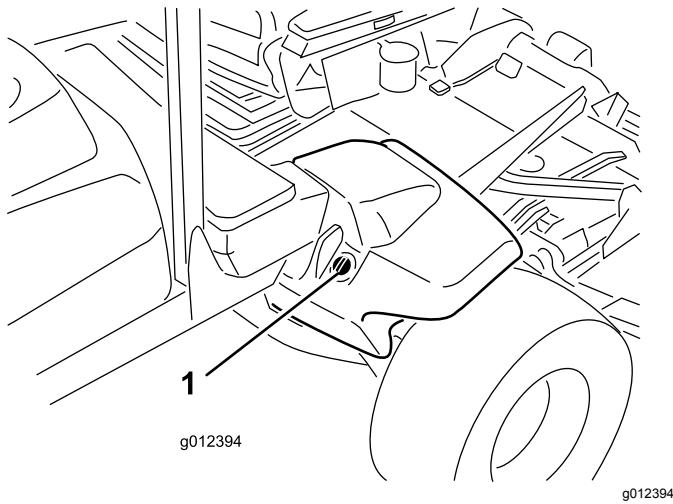

図 15
2. 油圧オイルタンクの注油口周辺をきれいに拭き、キャップ図15を外す。給油口からキャップを取りる。